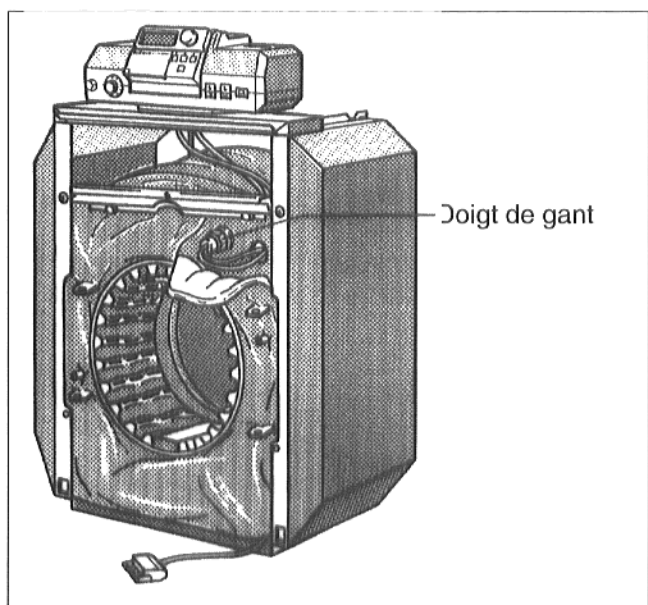

Fig. 21
- Rabattre le coin droit du calorifugeage de la face avant (figure 21)